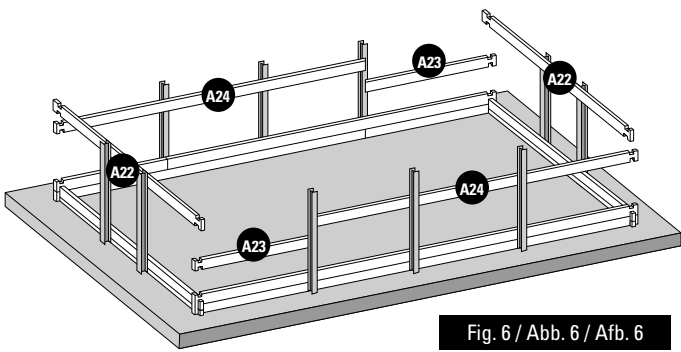

Fig. 6 / Abb. 6 / Afb. 6
- EN** **3rd LAYER OF BOARDS:** Install the third layer of boards as shown in figure 6. The position of the refilling fitting with the key and the skimmer should be defined at the start of the assembly (read the specific paragraphs).
- FR** **3ÈME RANGÉE MADRIERS :** Positionnez les madriers de la 3ème rangée conformément à la figure 6. Vous devez avoir déterminé l'emplacement de la buse de refoulement et du skimmer dès le début du montage (voir paragraphes spécifiques).
- DE** **3. BRETTREIHE:** Platzieren Sie die Bretter der dritten Reihe laut Abb. 6. Zu Beginn der Montage müssen Sie die Lage des Druckventils und des Skimmers festlegen (lesen Sie hierzu die entsprechenden Abschnitte).
- NL** **3ª RIJ PLANKEN:** Plaats de planken van de derde rij zoals te zien is op afbeelding 6. U moet al bij aanvang van de montage bepalen op welke plaats het uitstroommondstuk en de skimmer moet komen (less de betreffende paragrafen).